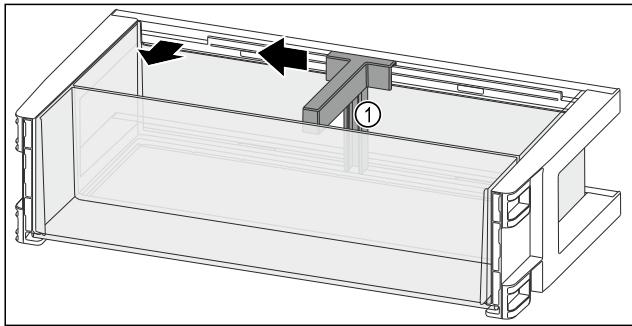

Fig. 132
- ▶ 将瓶托 Fig. 132 (1)推至槽边。
- ▶ 取出瓶托 Fig. 132 (1)。